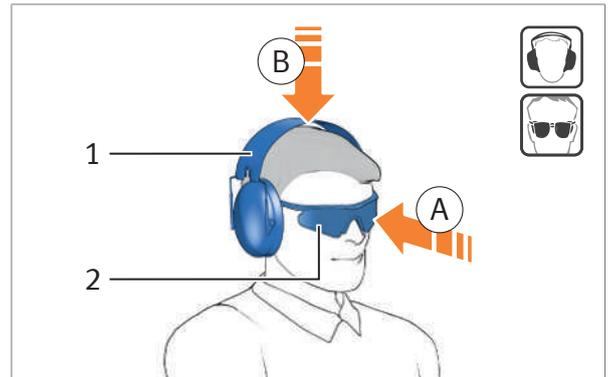

Abb. 1: Beispiel einer Abbildung
- Querverweise zwischen Text und Abbildung sind *kursiv* und befinden sich in (Klammern), z.B. (Abb. 1).